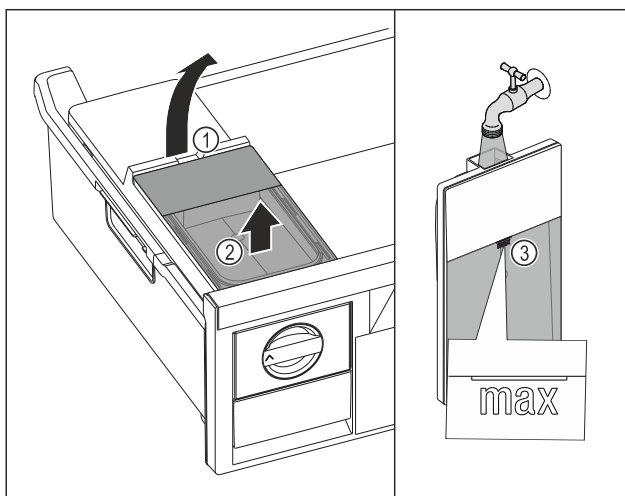

Fig. 109
- ▶ Wassertank an der Aussparung Fig. 109 (1) anheben.
- ▶ Wassertank nach oben entnehmen. Fig. 109 (2)
- ▶ Wassertank bis zur Markierung Fig. 109 (3) mit Trinkwasser befüllen.